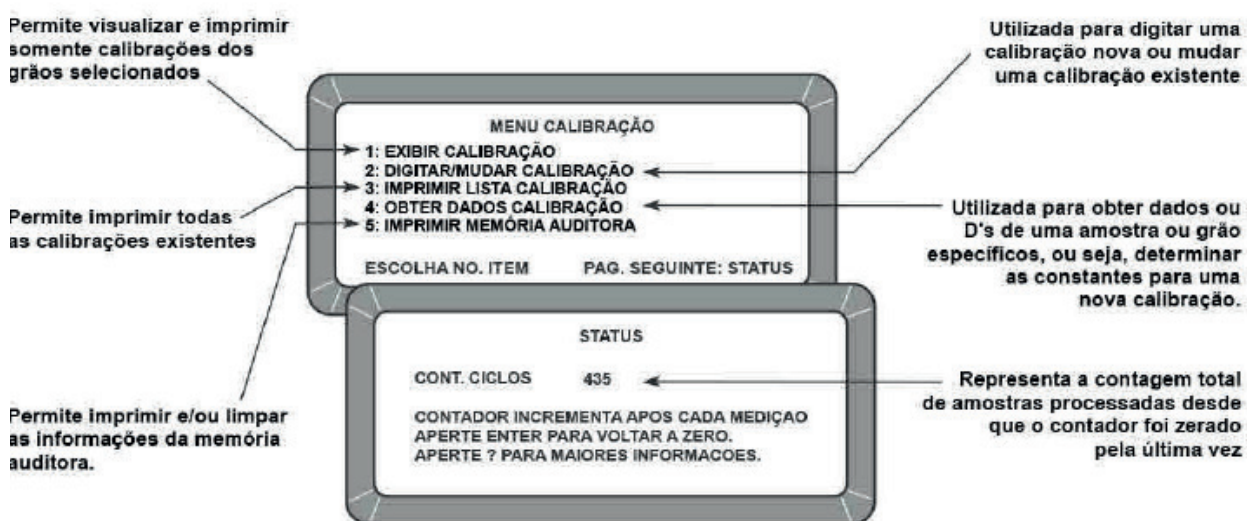

Figura 18. Menu CALIBRAÇÃO· Com página de STATUS
O menu Calibrações permite que o operador ou funcionário autorizado realize os procedimentos de calibração como se seguem: (1) visualizar as constantes de calibração dos grãos selecionados, (2) inserir novas calibrações ou alterar as já existentes, (3) imprimir a lista inteira de calibrações armazenadas (4) obter os dados de calibração necessários para gerar novas calibrações e (5) imprimir dados da memória (MEMÓRIA AUDITORA). Para selecionar uma função, basta teclar o número correspondente (Ver figura 18).